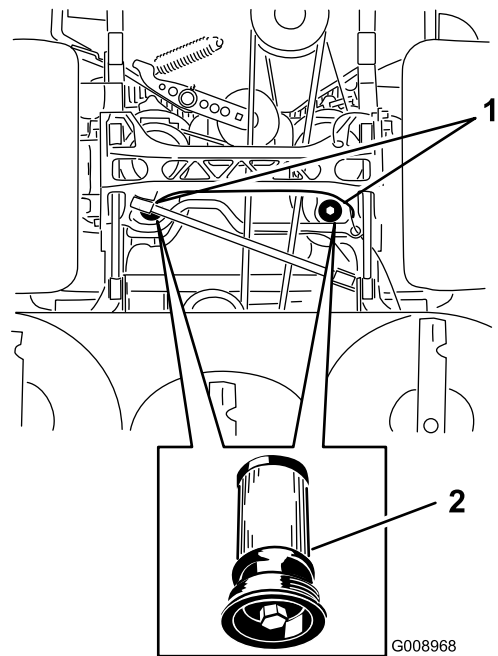

Figure 94
5. Placez un bac de vidange sous le filtre, retirez le filtre usagé et essuyez la surface (Figure 94).
6. Appliquez une fine couche d'huile hydraulique sur le joint en caoutchouc du filtre de rechange (Figure 94).